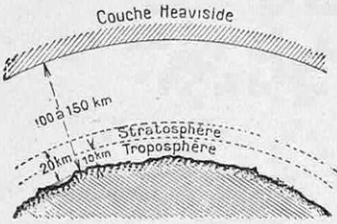
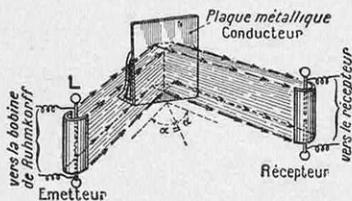

FIG. 1. — LA COUCHE D'HEAVISIDE EST UNE COUCHE IONISÉE QUI ENTOURE LA TERRE A UNE ALTITUDE DE 100 A 150 KILOMÈTRES
FIG. 2. — EXPÉRIENCE DE HERTZ MONTRANT LA RÉFLEXION DES ONDES COURTES SUR UNE PLAQUE MÉTALLIQUE CONDUCTRICE
nement ultraviolet du soleil, aux rayons cosmiques (1), au rayonnement tellurique et à d'autres causes encore ignorées. Cette couche ionisée (fig. 1) entoure la terre et joue sur les ondes hertziennes le rôle d'un miroir réfléchissant qui renvoie les ondes de quelques centaines de mètres produites par les stations émettrices, de la même façon qu'une plaque métallique parabolique réfléchit les ondes de quelques centimètres dans l'expérience classique de Hertz (fig. 2). C'est précisément cette onde réfléchie qui, en atteignant le poste récepteur s'ajoute à l'onde directe et produit l'accroissement d'énergie que nous avons signalé. C'est également ce phénomène de réflexion qui permet de communiquer avec les stations situées aux antipodes, ou de transmettre des signaux aux postes éloignés sans s'occuper de la rotondité de la Terre.